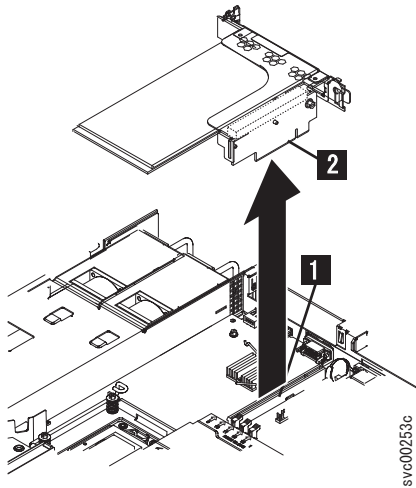

図 195. SAN ボリューム・コントローラー 2145-CG8 または 2145-CF8 用の高速 SAS ライザー・カード・アセンブリの取り外し
9. アダプター・アセンブリーの後部レールの留めねじを取り外した後、226 ページの図 195 に示すように、ライザー・カード・アセンブリーの後端をつかみ、アセンブリーを持ち上げて取り外します。